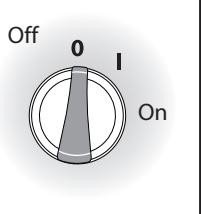

Fig. 21
- Cuando su presión que lava la sesión ha sido completada, la vuelta del interruptor del poder situó en la frente de la arandela del poder (Fig. 21). Desenchufe el cable de alimentación de la salida. Apague el abastecimiento de agua. Tire el disparador en el fusil de rocío 2-3 veces para desaguar fuera la exceso de agua y para soltar alguna presión del agua restante. Desconecte el adaptador de manguera de la cala de agua. No permita la arandela del poder de correr con ninguna agua que fluye por ello.